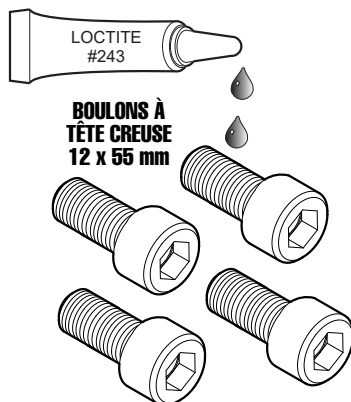

Figure 31. Appliquer de la Loctite^{MD} 243^{MC} (Boulons de couvercle latéral)
17. Appliquer de la Loctite^{MD} 243^{MC} sur les filetages mâles des quatre boulons à tête creuse de 12 x 55 mm qui ont été retirés juste avant du couvercle latéral (Figure 31).